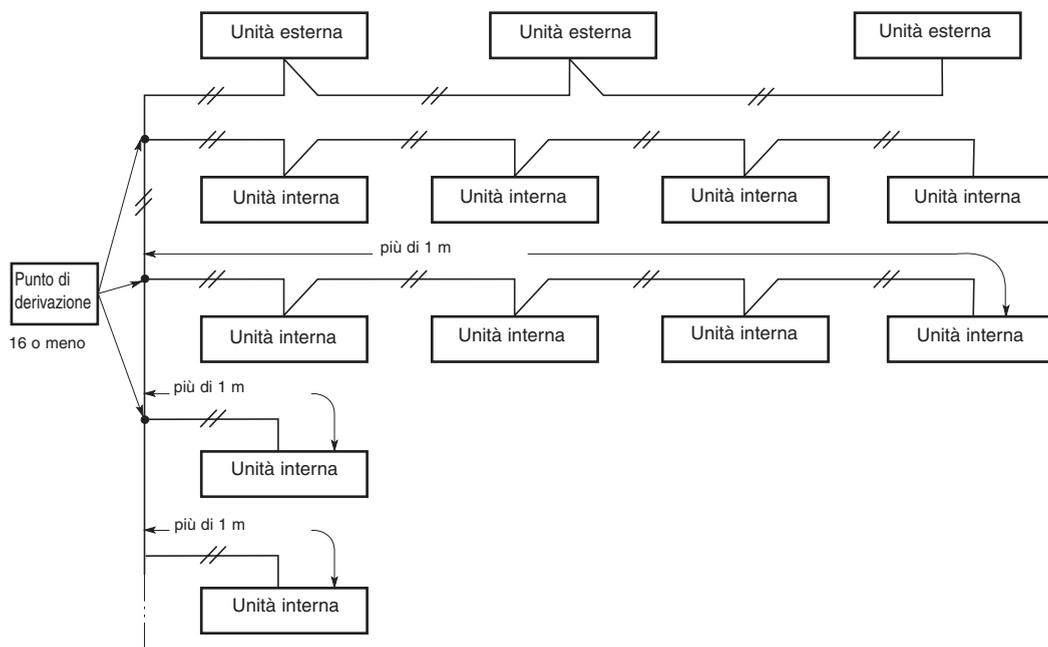

Fig. 5-3
- (4) Se si creano derivazioni dei cavi di controllo inter-unità, i punti di derivazione devono essere al massimo 16. (Le derivazioni inferiori a 1 m non vanno incluse nel numero totale). (fig. 5-3).